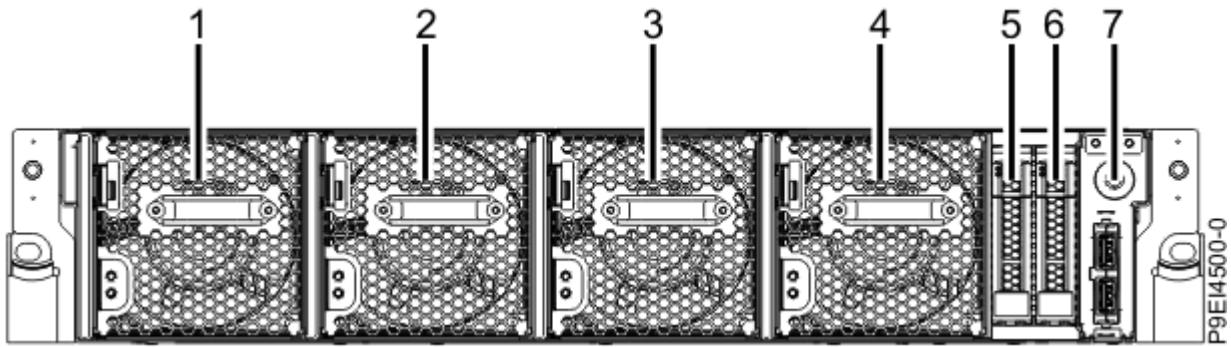

図 4. ドライブの位置 (位置 5 および 6)
1. ディスク・ドライブを取り付けるスロットを決定します。ディスク・ドライブ・スロットは、システム前面の位置 5 および 6 にあります (8 ページの図 4 を参照)。